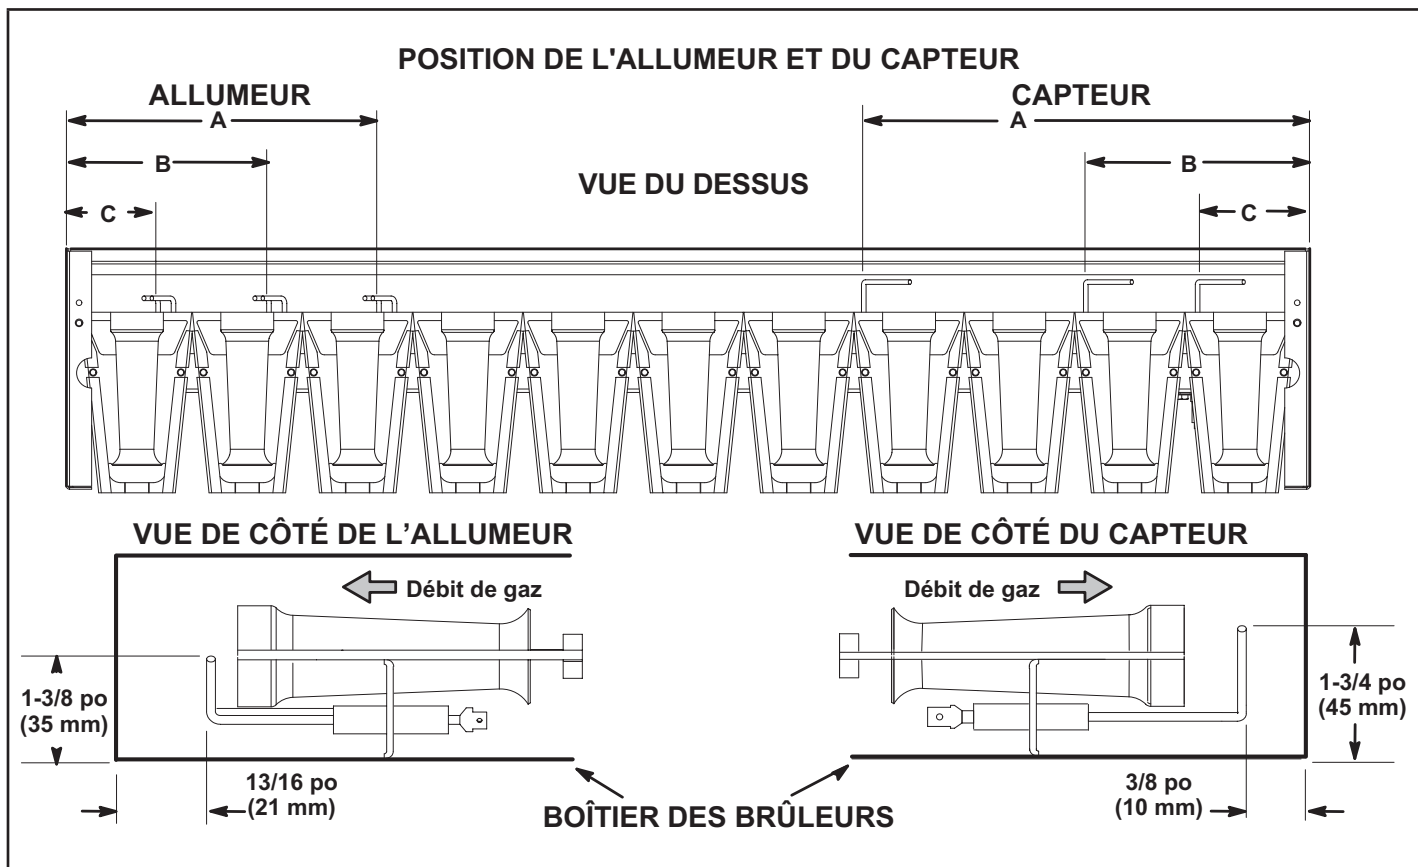

FIGURE 32
- 5 - Vérifier l'alignement de l'allumeur et du capteur comme indiqué à la FIGURE 32 et au TABLEAU 14.